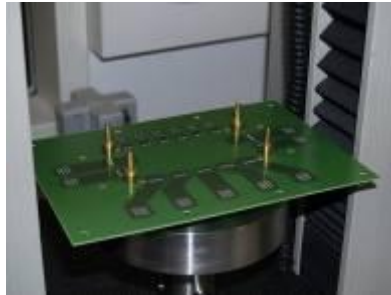

Bild 8: aufgelegte Leiterkarte
2. Leiterplatine lagerichtig über die Führungsdorne führen (siehe Bild 8)